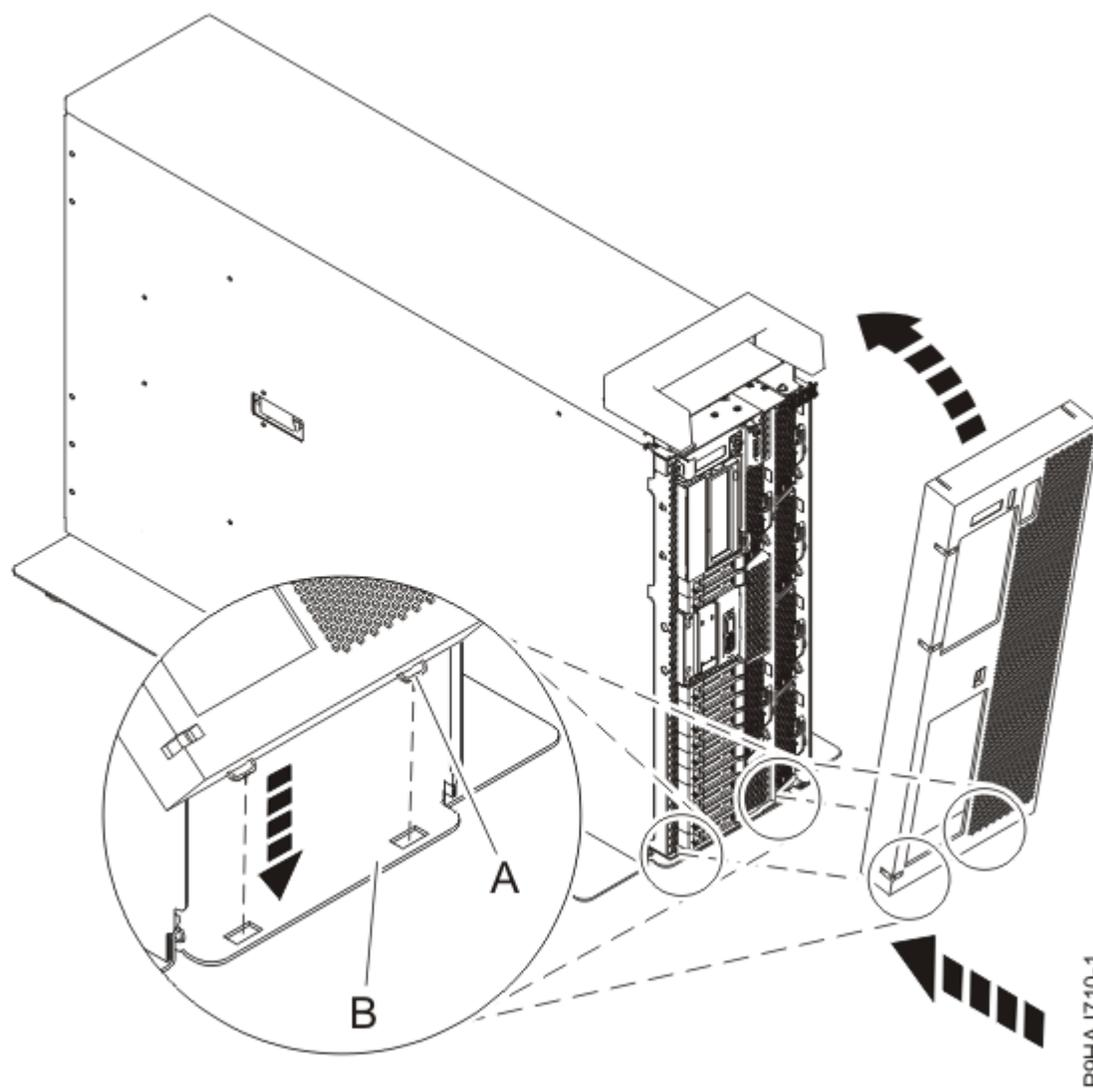

Figura 135. Instalar a porta e tampa anterior
- b) Alinhe a tampa até que as duas patilhas da tampa **(A)** estejam encaixadas nas ranhuras na placa base **(B)** conforme demonstrado na Figura 135 na página 142.